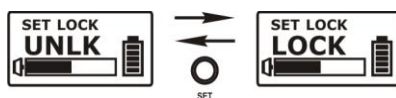

Bild 17
9. SET LOCK: Einstellung Verriegelung, Bild 17
- (A) Durch die Verriegelungsfunktion kann verhindert werden, dass beim Drücken einer Taste versehentlich die Parameter geändert werden.
- (B) Drücken Sie so oft die MODE-Taste bis im Display "SET LOCK" erscheint. Die Anzeige beginnt zu blinken um anzuzeigen, dass die Einstellung nun mit der SET-Taste verändert werden kann.
- (C) Drücken Sie die SET-Taste um die Einstellung zu verändern. Bei jedem Drücken der SET-Taste wird der Wert zwischen "UNLOCK" und "LOCK" gewechselt.
- (D) LOCK bedeutet verriegelt.
- (E) UNLOCK bedeutet nicht verriegelt.
- (F) • Wenn die gewünschte Einstellung erscheint warten Sie bis das Display nicht mehr blinkt oder drücken Sie die MODE-Taste um den Wert zu speichern.
- (G) Wenn die Verriegelung auf "LOCK" steht, können keine Parameter verändert werden. Das Gerät kann auch nicht ausgeschaltet werden.
- (H) Die Stummschaltung (MUTE) funktioniert auch wenn der Sender verriegelt ist.
- (I) Die Verriegelungsfunktion wird auch ausgeschaltet, wenn die Batterien entnommen werden.